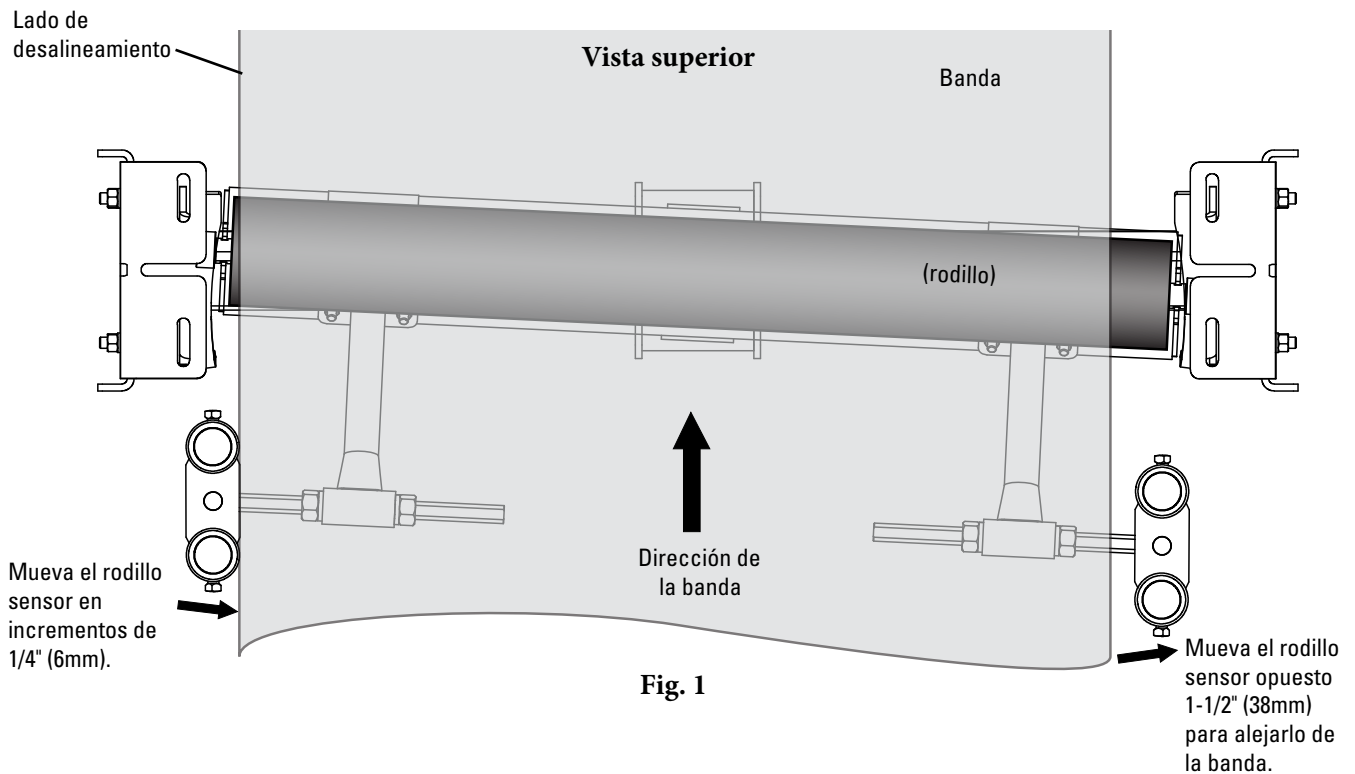
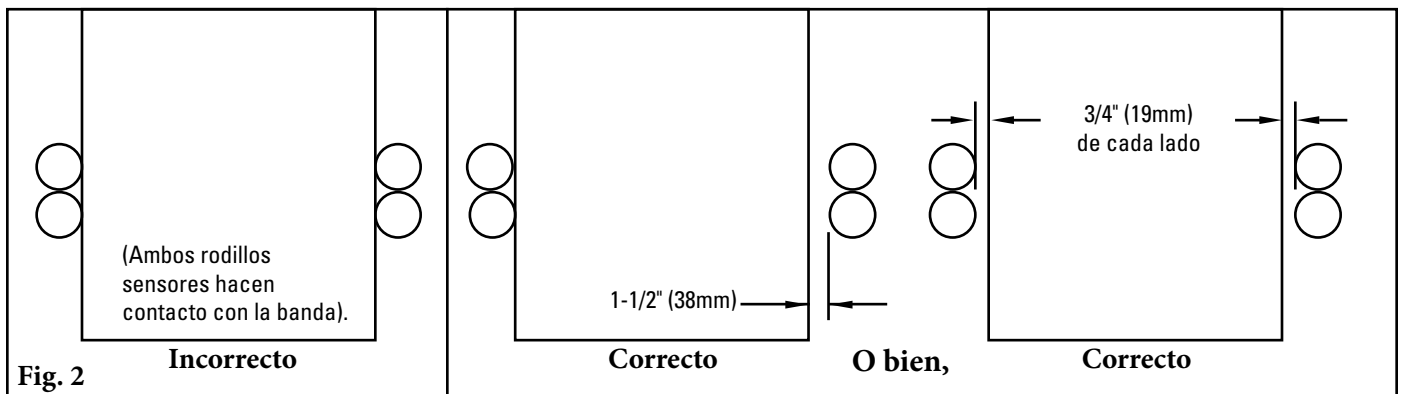

Fig. 1
Fig. 2
3. Ajuste/extienda los soportes de extensión para que coincidan con el ancho de la estructura. Usted recibirá PT Max con las medidas conforme a las normas de CEMA (ancho de banda de + 9"/225mm). Después de medir la estructura, deslice horizontalmente el soporte de extensión hasta que los soportes de montaje estén alineados con el ancho de su estructura. Se proporciona un tornillo con cabeza cuadrada en el interior del marco de la base para apretar el soporte de extensión. Asegúrese de que el marco principal esté centrado a 1/8" (3mm) en los soportes de extensión (la misma longitud de los extensores que se muestran en ambos lados) (Fig. 2). Tenga en cuenta la extensión mínima/máxima a continuación.
- Si la banda todavía tiene demasiado desalineamiento a un lado, mueva el rodillo sensor hacia el centro. Haga ajustes de 1/4" (6mm), uno a la vez (Fig. 1). No apriete la banda entre los rodillos sensores, todos los rodillos sensores deben ser 1-1/2" (38mm) más anchos que la banda (Fig. 2).
2. Afloje tornillos de ajuste en la base de los rodillos sensores y quite del brazo de ajuste (Fig. 2).